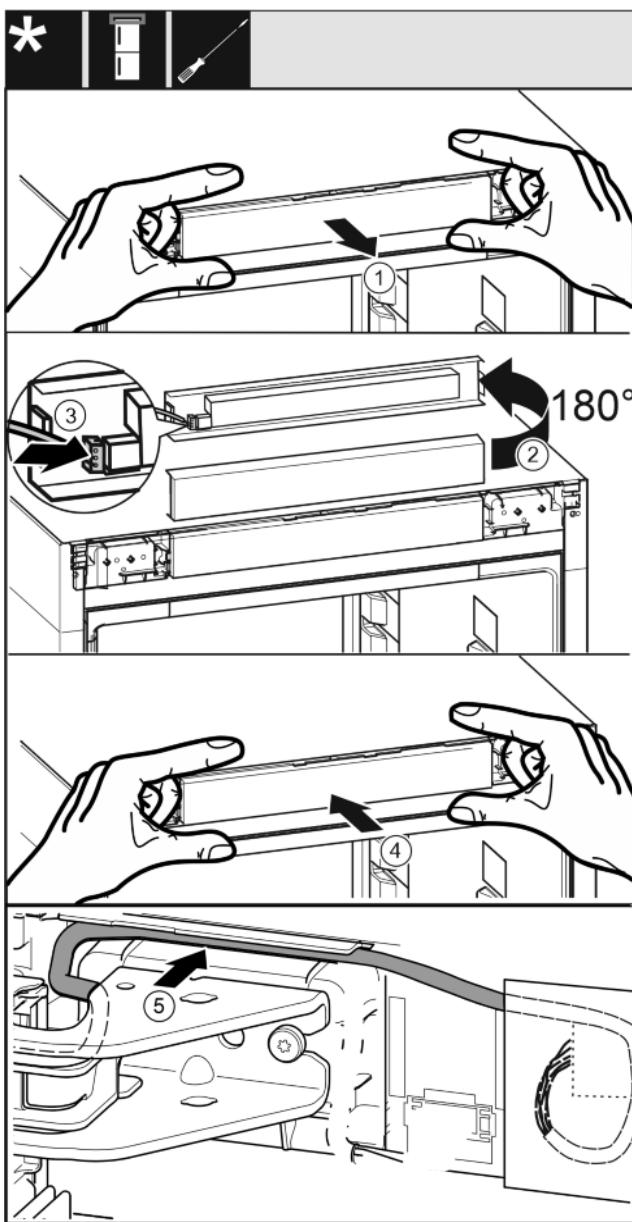

Fig. 34
- Opatrne vytiahnite obslužný kryt. Fig. 34 (1)
- Otočte kryt o 180° nahor. Fig. 34 (2)
- Zaklapnite zástrčku na kryte obslužného dielu. Fig. 34 (3)
- Obslužný kryt znova zaistite na zariadení. Fig. 34 (4)
- Sivý kábel opatrne položte do vedenia nad hornou ložiskovou konzolou. Fig. 34 (5)